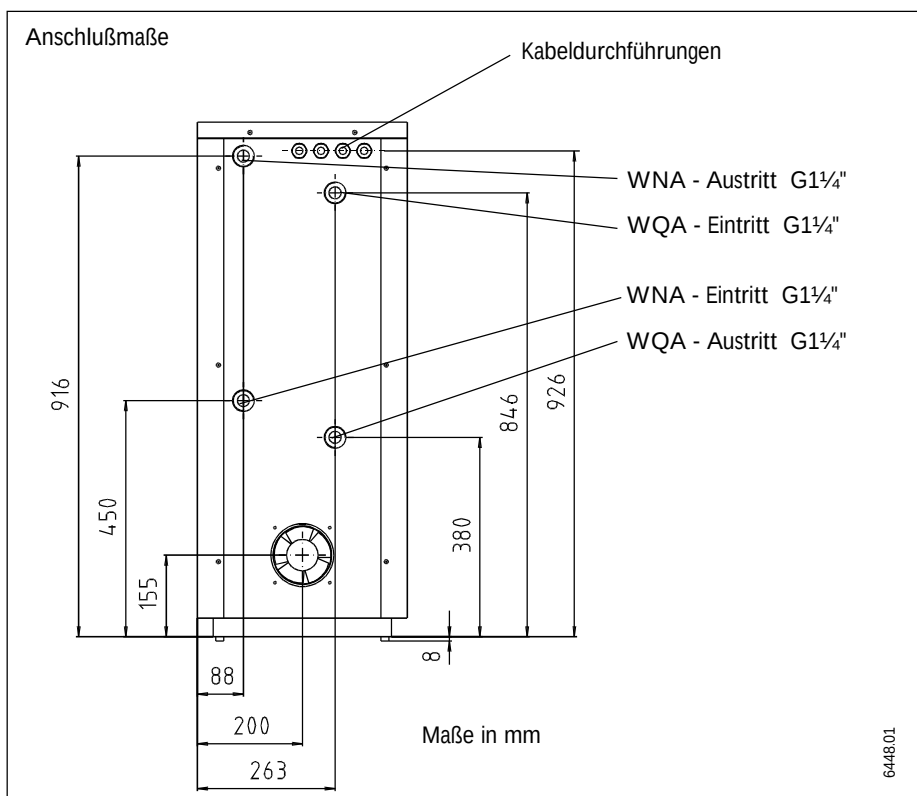

Abb. 8
Der Wanddurchbruch und die Montage des Luftkanals, über den das Kältemittel aus dem Gehäuse nach draußen abgeleitet wird, muß bauseits durchgeführt werden. Dazu sollte für die Wanddurchführung ein Durchbruch (3) von ca. Ø 110 mm bzw. Ø 75 mm auf der windabgewandten Seite des Hauses in die Außenwand eingebracht werden. Die Wanddurchführung ist mit leichtem Gefälle nach außen zu verlegen und muß über Erdgleiche angebracht werden (siehe Abb. 8).
Der an der Gehäuserückwand befindliche Luftkanalanschluß muß mit einem Rohr DN 100 und max. 1 Bogen mit einer Mindestlänge von 500 mm begonnen werden (siehe Abb. 8). Danach kann auf DN 70 (2) reduziert werden. Die Luftkanallänge ab dem ersten Bogen und die Anzahl der zusätzlichen Bögen siehe Tabelle.